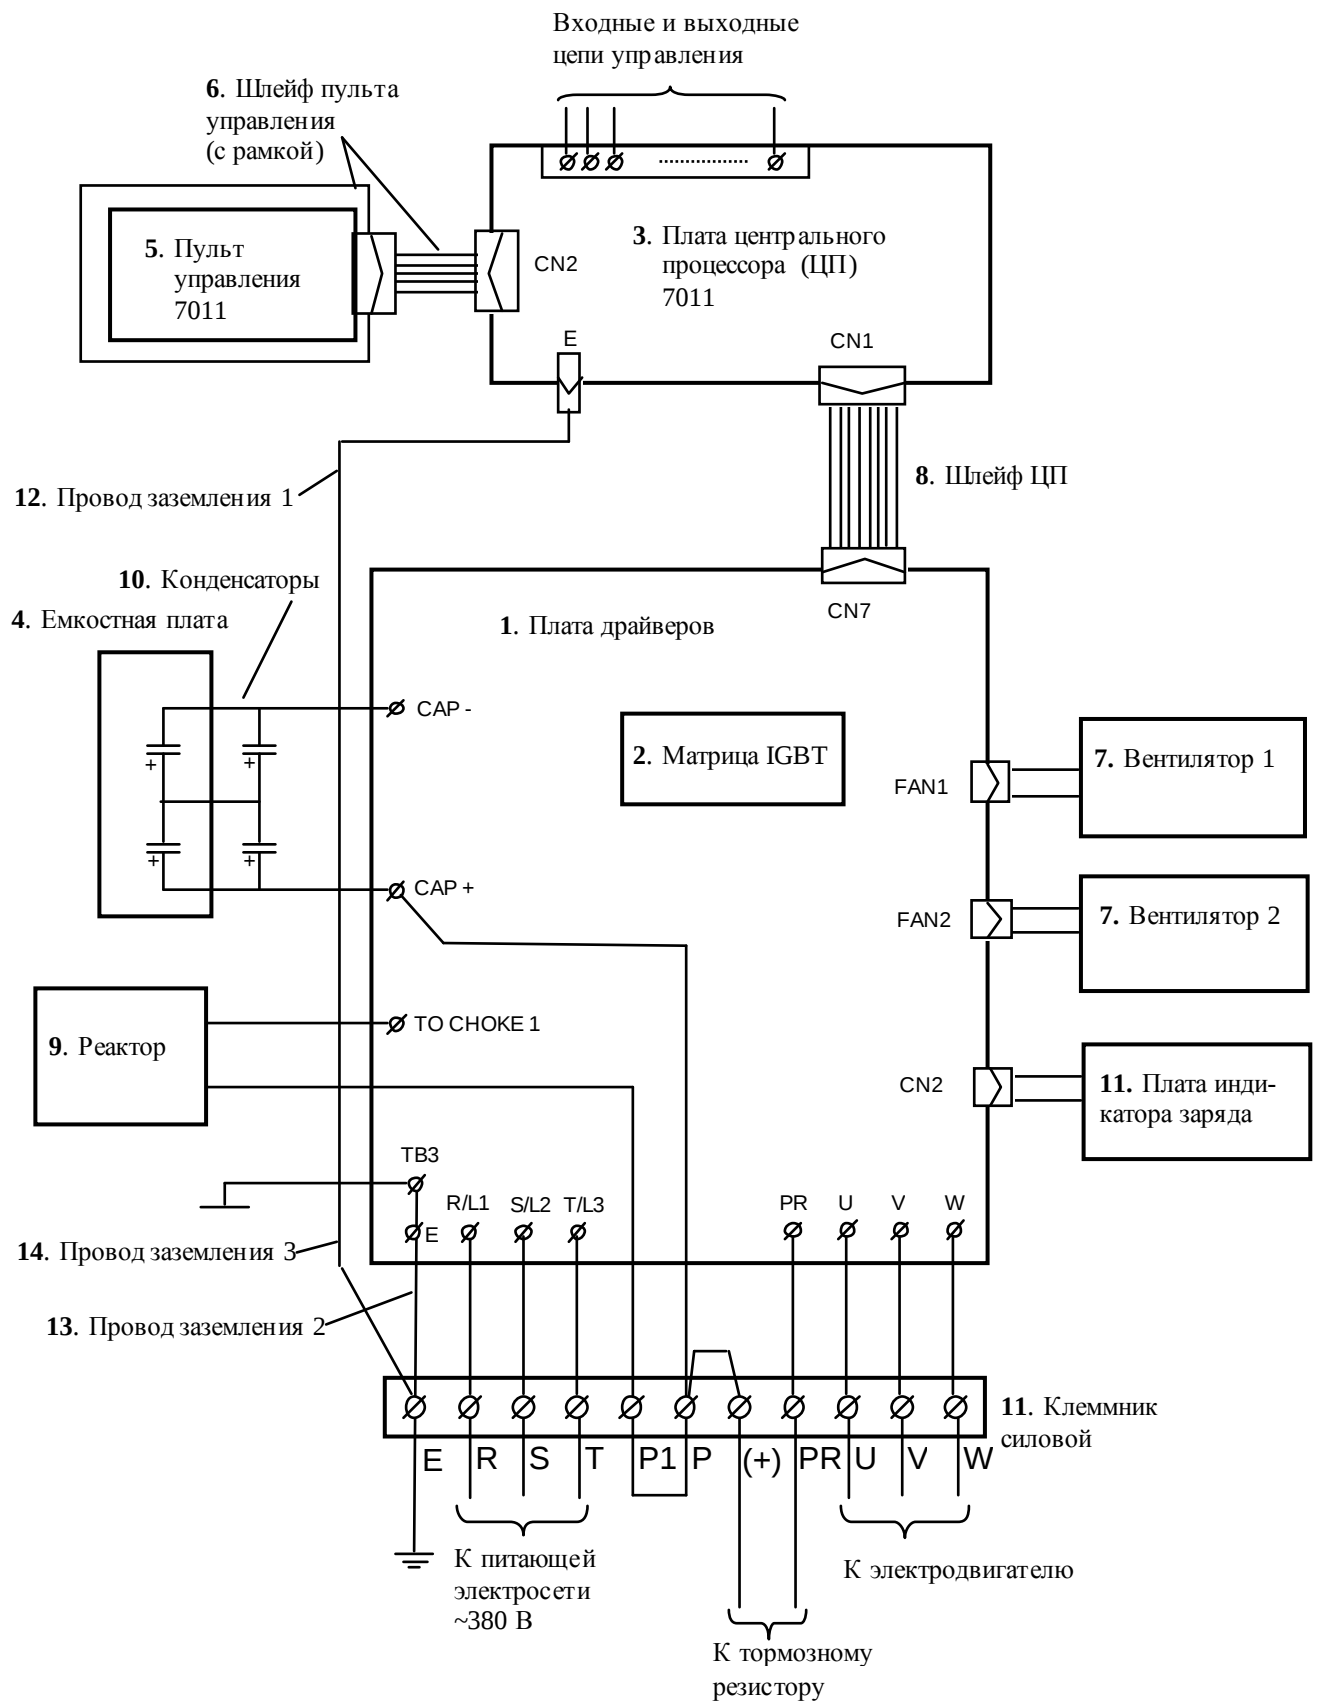

Рис. 4.2. Блок-схема преобразователя частоты ЕІ-7011-020Н
4.3. Блок-схема преобразователя частоты ЕІ-7011-020Н приведена на рис. 4.2, схема соединений - в Приложении 1.
4.4. Фотографии сменных узлов, входящих в состав преобразователя частоты ЕІ-7011-020Н приведены в табл. 4.1 (порядковые номера соответствуют рис. 4.2).